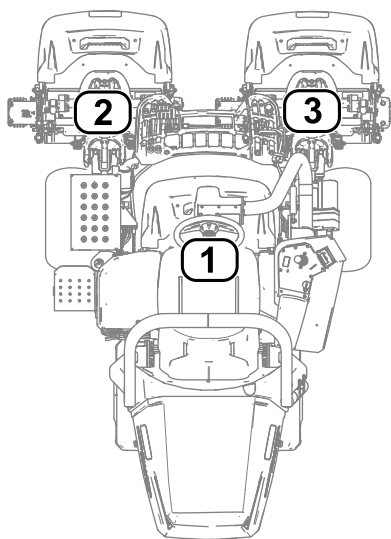

Figura 36
- **1** se refiere a la unidad de corte central (Figura 36)
- **2** se refiere a la unidad de corte delantera izquierda (Figura 36)
- **3** se refiere a la unidad de corte delantera derecha (Figura 36)